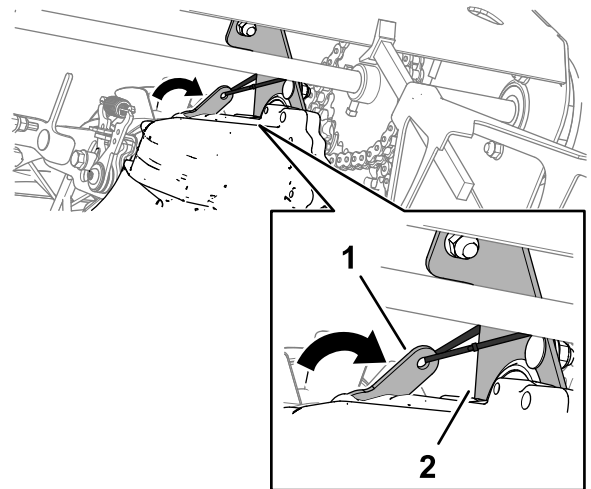

Figura 70
5. Mueva la palanca de desvío hacia el soporte del eje, y amarre la palanca al soporte (Figura 70).